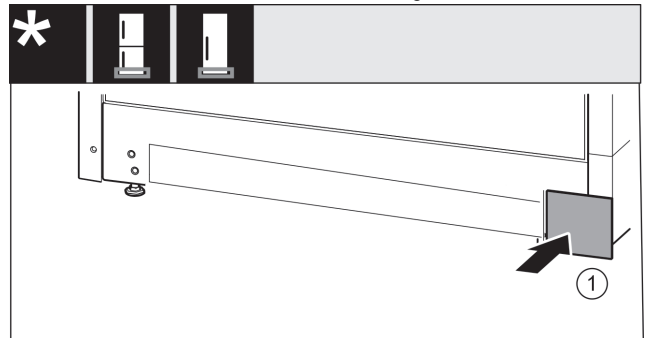

Fig. 38
- ▶ Abdeckung Fig. 38 (1) auf der anderen Seite wieder aufsetzen.